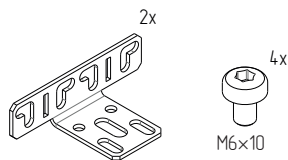

Рисунок 78 – Кронштейн профиля монтажного тип 1
4.27.2 Проверить комплектность (рисунок 78, 79).